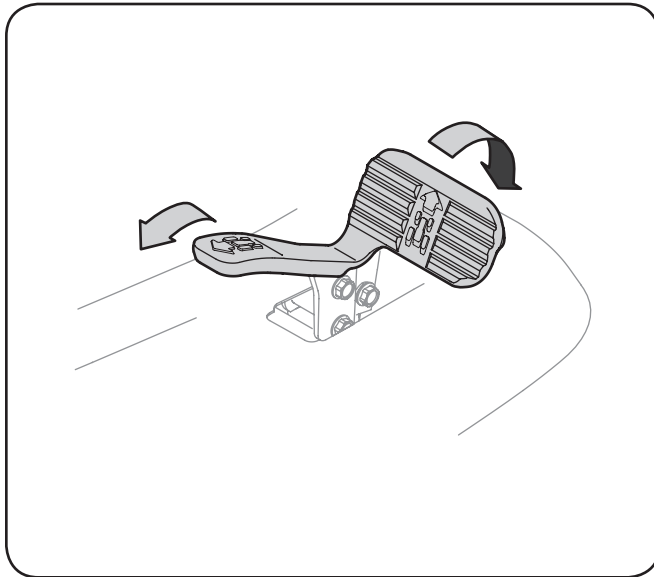

Figura 5-1
2. Para conducir hacia adelante, presione suavemente la parte superior del pedal de transmisión hacia adelante hasta que se alcance la velocidad deseada. Vea la Figura 5-1.
3. Para conducir MARCHA ATRÁS, verifique que el área detrás esté despejada. Luego presione lentamente la pedal de marcha atrás con la parte anterior de la planta del pie (NO con el talón) hasta que se alcance la velocidad deseada. Vea la Figura 5-1.